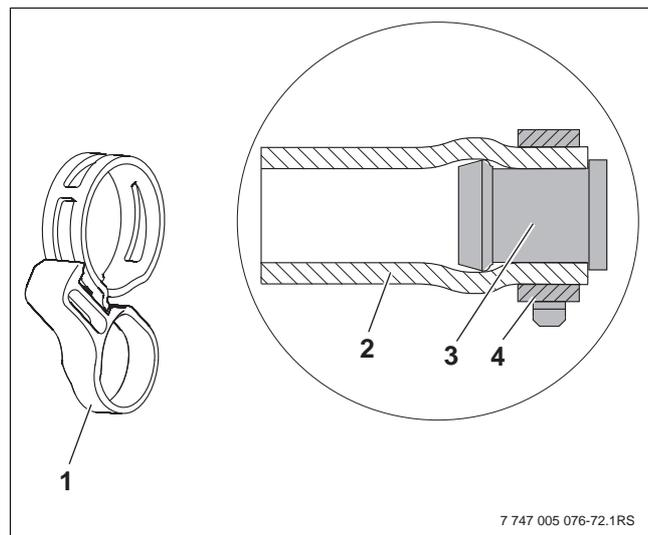

Fig. 58 Abraçadeira de mola com anel de retenção e tampão cego pré-montado.
- ▶ Deve ser obrigatoriamente garantida a posição correcta da abraçadeira de mola (Fig. 58, [4]), antes da remoção do anel de retenção (Fig. 58, [1]). Soltar posteriormente o anel de retenção com um alicate pode prejudicar a força de tensão.
- ▶ Encaixar o tampão cego (Fig. 58, [3]) na mangueira solar de 55 mm [2] até ao batente.
- ▶ Colocar a abraçadeira de mola (Fig. 58, [4]) na posição e puxar o anel de retenção [1], para fixar o tampão.